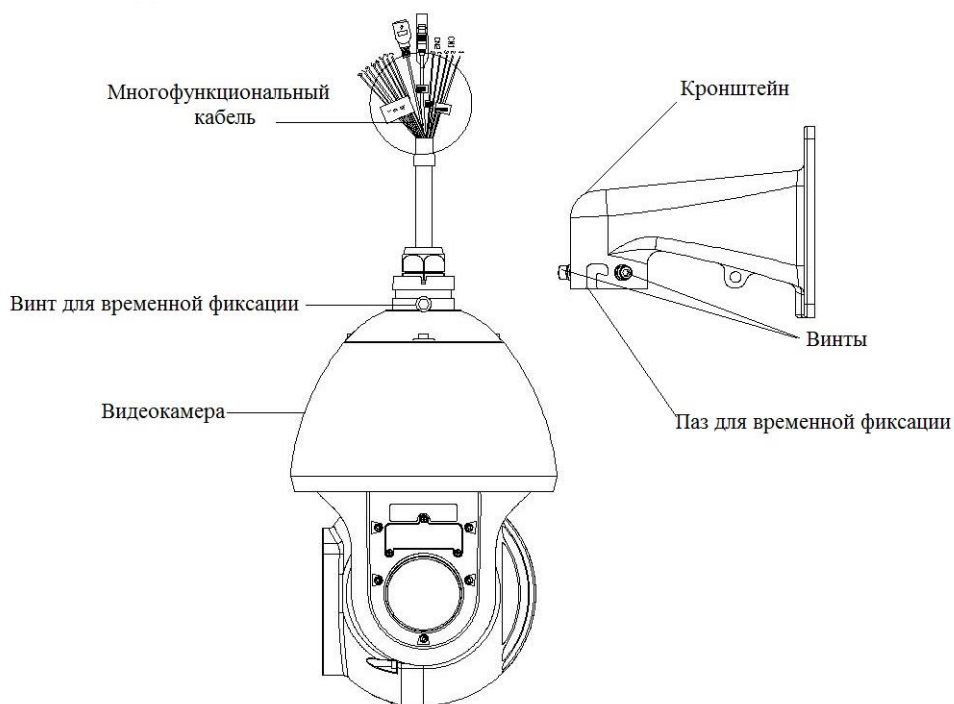

Рисунок 3
2.4 Для закрепления скоростной купольной камеры на кронштейне используйте соответствующий паз в кронштейне для временной фиксации камеры. Для постоянного закрепления, используя шестигранный ключ, зафиксируйте соответствующие винты на кронштейне (рис.3).